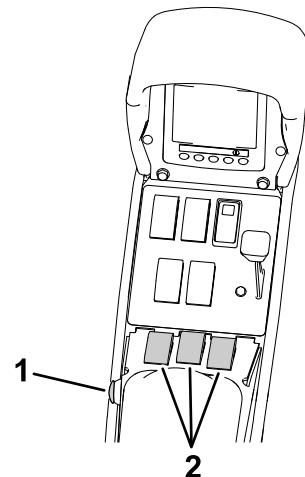
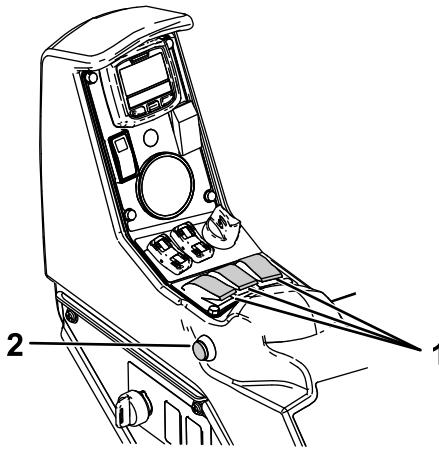

図 9
図 10
6. マスタースイッチを ON にする図 9または図 10。
7. 各ブームのスイッチ座席の間にあるを ON にする図 9または図 10。